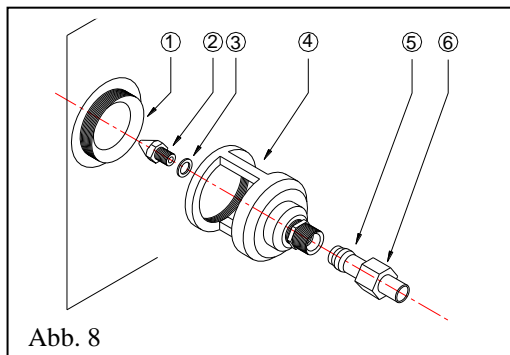

Abb. 8
- Führen Sie einen Schraubendreher durch das Loch im Bedienfeld und lösen Sie die Schraube (1) Abb. 8 im Uhrzeigersinn, um das Minimum zu verringern, oder gegen den Uhrzeigersinn, um das Minimum zu erhöhen.